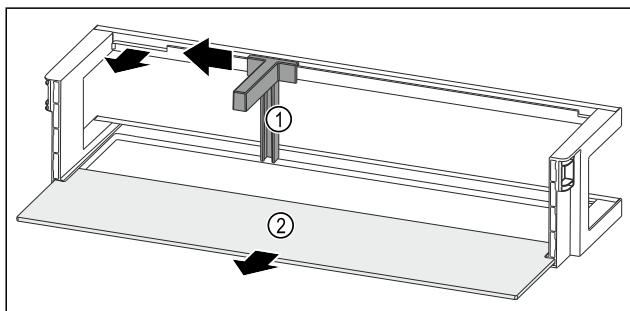

Fig. 187 Raft montat pe ușă cu suport pentru sticle și raft
- ▶ Împingeți în lateral suportul pentru sticle Fig. 187 (1) până la degajare.
- ▶ Extrageți suportul pentru sticle Fig. 187 (1).
- ▶ Extrageți raftul Fig. 187 (2).